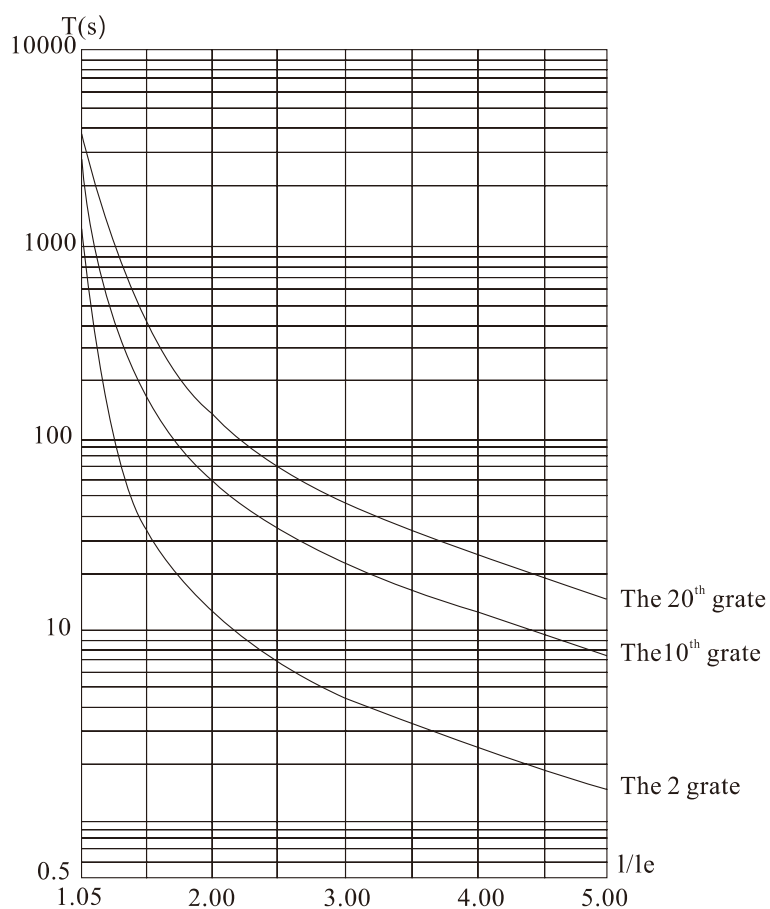

Рис. 6.1 (стандарт IEC60947-4-2) Кривая распределения времени срабатывания защиты двигателя.
- Защита для легких нагрузок, стандартная защита и защита для тяжелых нагрузок реализуют все доступные защиты. Разница заключается только в чувствительности тепловой защиты (см. Рис. 6.1).